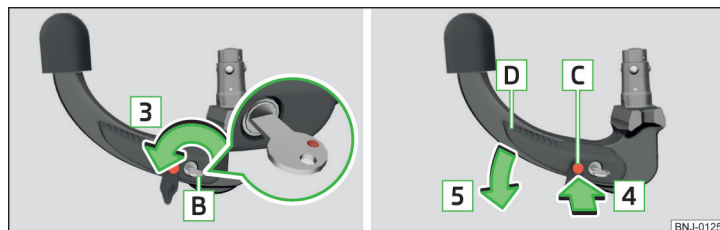

Fig. 152 Sblocco della serratura / pressione del dado di innescio e della leva di comando
- Ruotare la chiave **B** in direzione della freccia **3**, in modo che il suo contrassegno rosso sia rivolto verso l'alto » fig. 152.